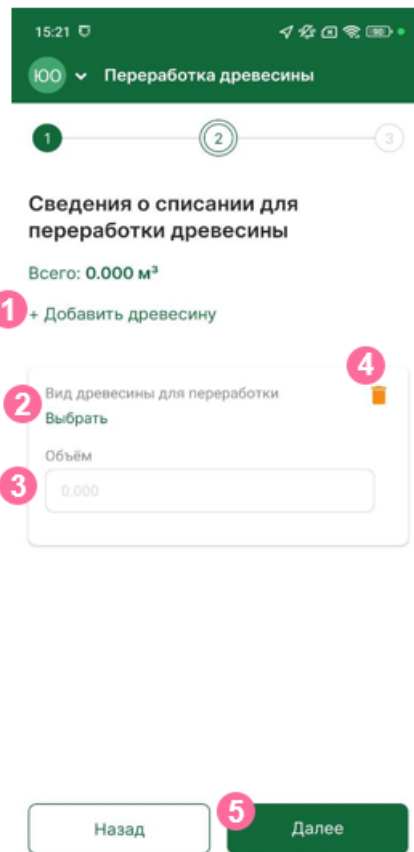

Рисунок 25 – Добавление сведений о древесине
- 5 Для перехода к шагу 3 требуется нажать на кнопку «Далее» (рисунок 25)